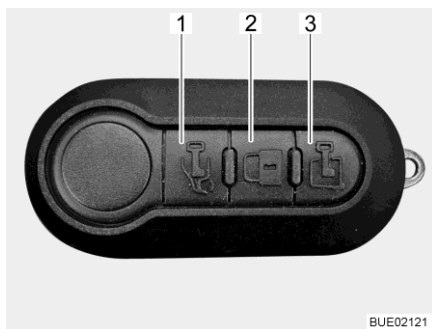

Bild 50 Multifunktionell fjärrstyrning
- Lås upp förardörren: ■ Tryck en gång kort på knapp  (Bild 50,1). Förardörren är upplåst.
- Lås upp ingångsdörr: ■ Tryck en gång kort på knapp  (Bild 50,3). Ingångsdörren är upplåst.
- Lås alla dörrarna: ■ Tryck en gång kort på knapp  (Bild 50,2). Alla dörrarna är låsta.